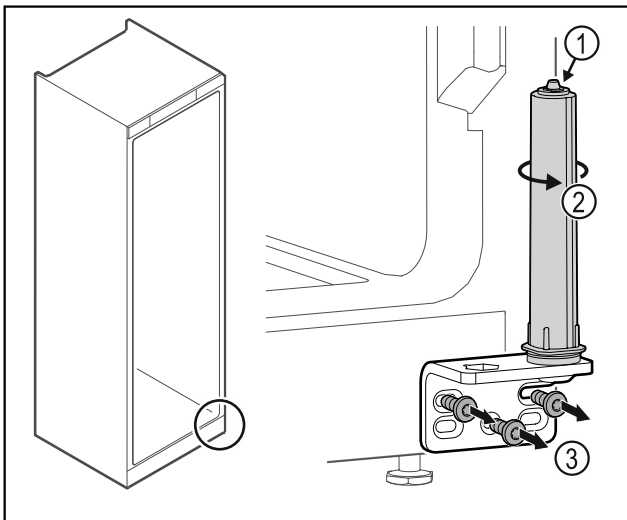

Fig. 34
- ▶ Deursluitsysteem niet uit elkaar halen Fig. 34 (1).
- ▶ Sluitsysteem Fig. 34 (2) draaien tot het klikt.
- ▶ Scharnierhoek Fig. 34 (3) losschroeven.